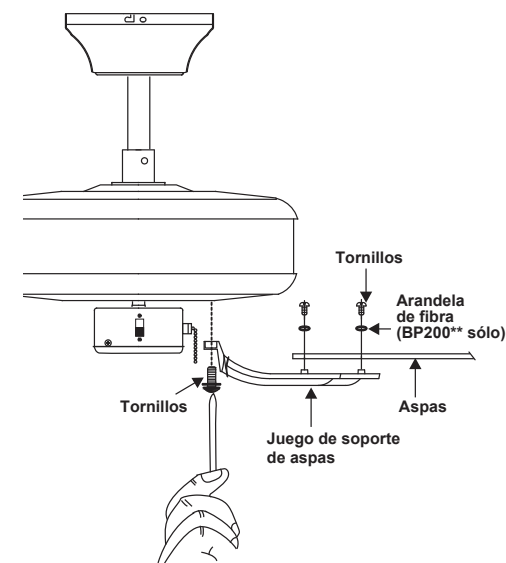

Figura 19
Paso 1. Fije la aspa al juego de soporte de aspas usando los tornillos y arandelas de fibra (BP200** sólo), tal y como se muestra en la figura 19. Empiece por el tornillo del soporte. Repita esto con los dos tornillos restantes.
Paso 3. Fije bien la aspa al motor usando los tornillos suministrados (figura 19).